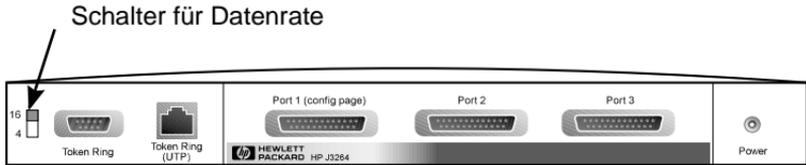

Abbildung 3-1 Einstellung des Token Ring-Schalters für die Datenrate auf 16 Mbps am HP J3264
3. Stellen Sie bei einem Token Ring-Druckserver (J3264) den Schalter für die Datenrate auf die angemessene Geschwindigkeit (4 Mbps oder 16 Mbps) ein (Abbildung 3-1). Schieben Sie den Schalter mit einem Stift oder ähnlichen Gegenstand bei 16 Mbps nach oben oder bei 4 Mbps nach unten.